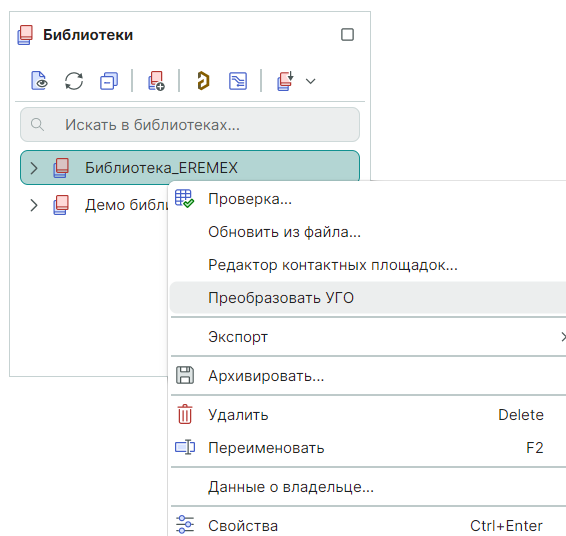

Рис. 11 Переход к преобразованию УГО
2. Из контекстного меню выберите «Преобразовать УГО», см. Рис. 11.